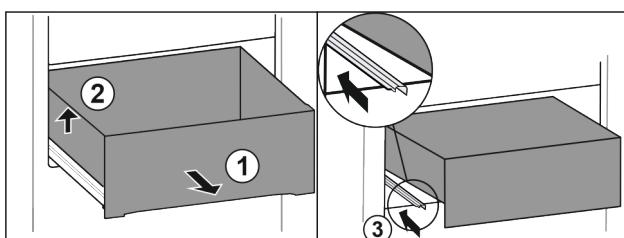

Fig. 68
- Vytiahnite zásuvku až na doraz. Fig. 68 (1)
- Nadvihnite zásuvku doľava. Fig. 68 (2)
- Zasuňte ľavú koľajničku. Fig. 68 (3)